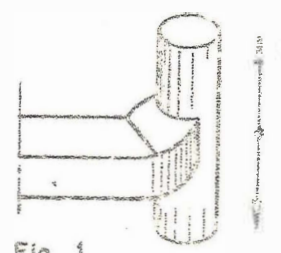

Fig. 1
- Las irregularidades de superficies quedadas por el esmeril y que se encuentran en forma de ranuras, se quitan utilizando la piedra perpendicularmente a estas ranuras. (Fig. 1).